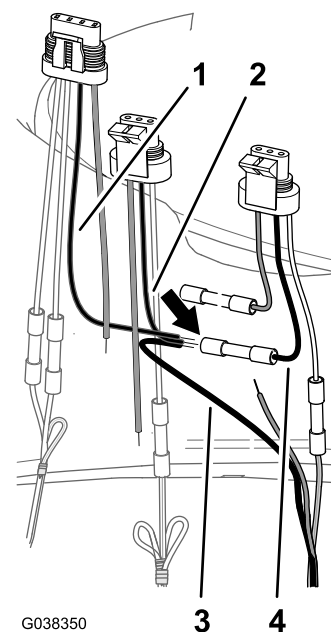

Figure 46
3. Alignez le fil noir de l'adaptateur à 4 broches de la vanne de débit, le fil noir de l'adaptateur à 3 broches de la vanne d'agitation ainsi que le fil bleu du faisceau DIN et le fil noir de l'adaptateur à 3 broches de la vanne de pulvérisation générale ; reportez-vous au tableau de câblage de la vanne de pulvérisation générale (Figure 46).